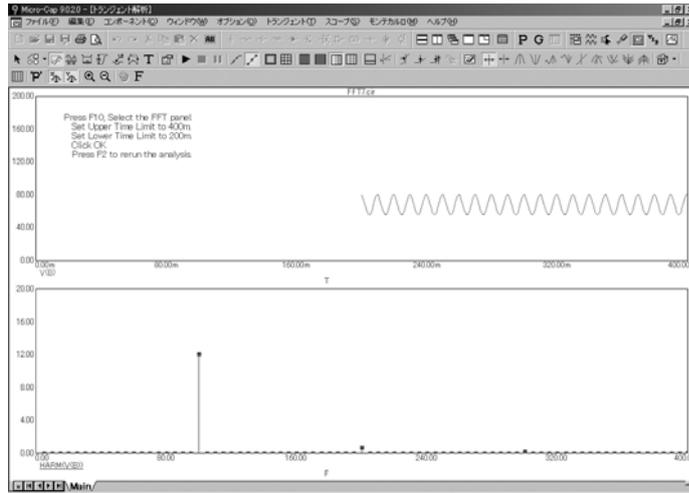

図31-8 最初の過度状態を除去したグラフ
V (B)のプロットには、最初に非周期的な過渡状態が含まれます。FFTは周期的波形に適用するためのもので、周期性がないとスプリース低周波の高調波が生じます。過渡状態および付随する高調波を除去するには、F10を押し、FFTパネルをクリックします。時間上限を400mに設定します。時間下限を200mに設定します。OKをクリックし、F2を押してトランジェント解析を再実行します。これらの数値は、すべてのFFT関数が、200msから400msの範囲のウィンドウに対して適用するよう指定します。つまり200msより前の波形は廃棄されます。波形の200msから400msの部分のみ維持されます。プロットの結果は図31-8のようになります。